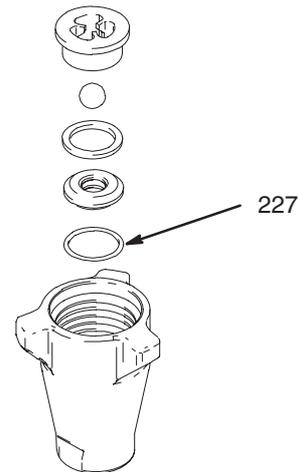

Fig. 4
Fig. 4. Desarme la válvula de admisión. Límpiela e inspecciónela. El desmontaje de la junta tórica (227) puede requerir el uso de un pico. Reemplace la junta tórica (227).